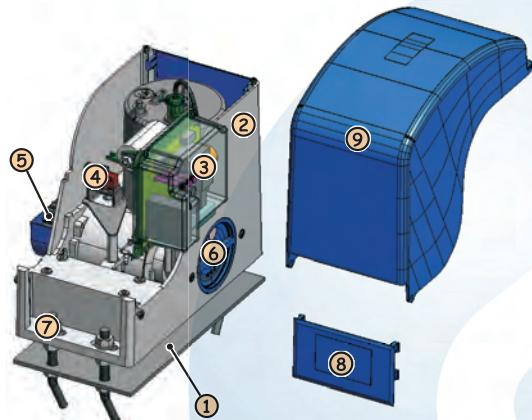

Fig. 1
- Steek de speciale bijgeleverde sleutel in het slot Fig. 1 Ref. ①, en draai hem met de wijzers van de klok mee zoals aangeduid in Fig. 1 Ref. ②.
- Draai het ontgrendelingsmechanisme ongeveer 180° met de wijzers van de klok mee, zoals aangegeven in Fig. 1 Ref. ③.